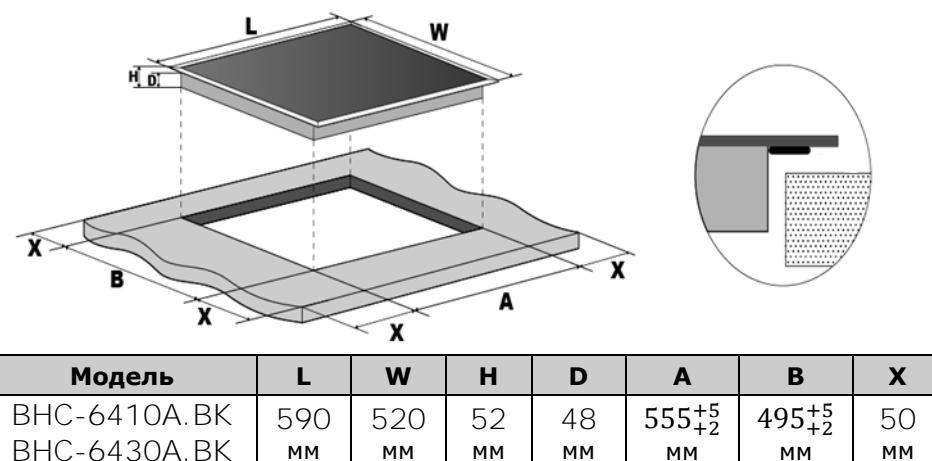

Рисунок 6 – Габаритные размеры варочной панели и размеры установочного отверстия
- Выпишите отверстие в рабочей поверхности столешницы. Отверстие в столешнице следует выполнить согласно размерам на рис. 6.